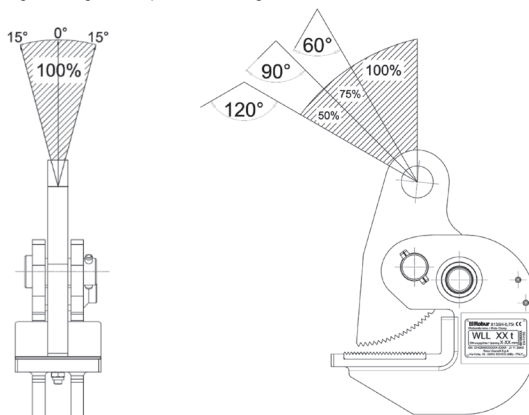

Fig. 8
**ATTENTION** : En cas de levage en angle, la capacité de charge doit être réduite conformément au diagramme de la Fig. 8.